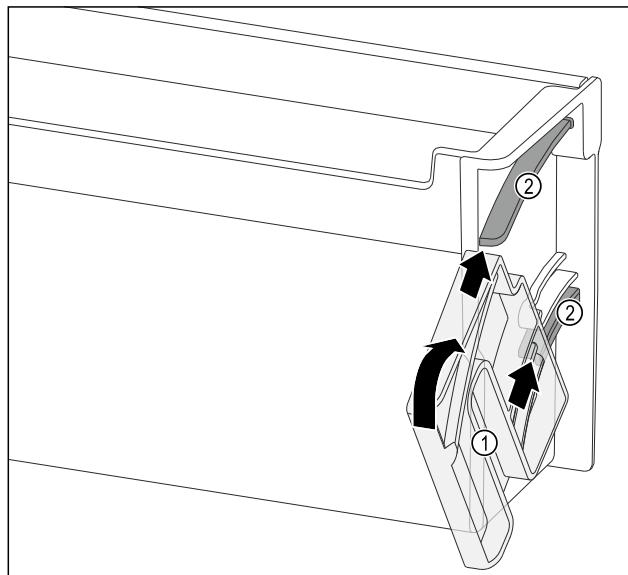

Fig. 114
- Розташуйте поворотний модуль Fig. 114 (1) так, щоб пази розташувалися точно навпроти напрямних каналів Fig. 114 (2) дверного лотка.
- Прокрутіть поворотний модуль Fig. 114 (1) у вказаному напрямку.